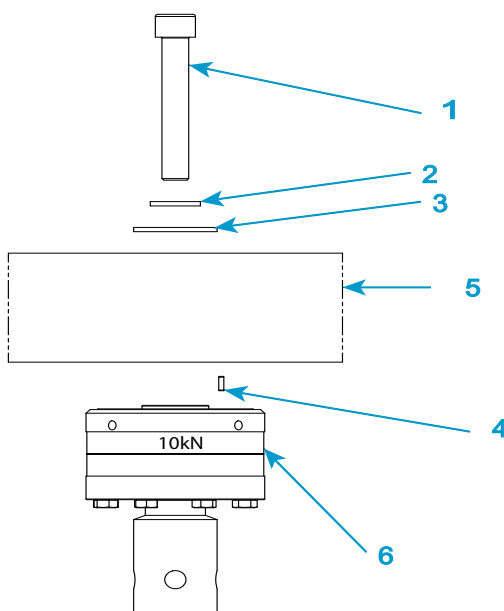

Figure 18. Installer un capteur de force 2530-10kN
Légende pour Figure 18
1. Consultez la Figure 18 à la page 84 et sa légende.